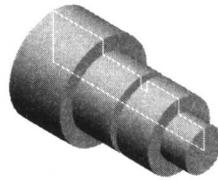

图1-7 “制陶转盘”法
**2. “制陶转盘”法** 制陶转盘法以一个简单的旋转特征创建零件，如图1-7所示。一个单个草图表示一个切面，它包括作为一个特征内完成该零件所必须的所有信息及尺寸。虽然这个方法看起来很有效，但大量的信息包含在单个特征中，就限制了其灵活性而且修改时很麻烦。